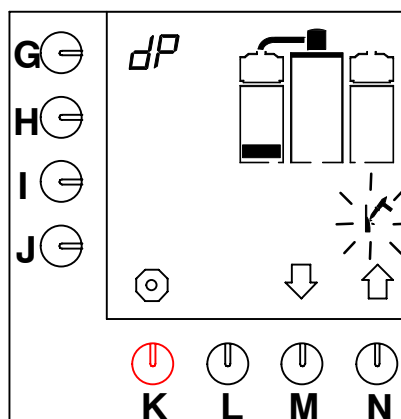

Fig. 17 Første nivå av renseprogrammet, kaffetraktesystemet
- Første nivåfelt vises på displayet, og hammersymbolet blinker (fig. 17).